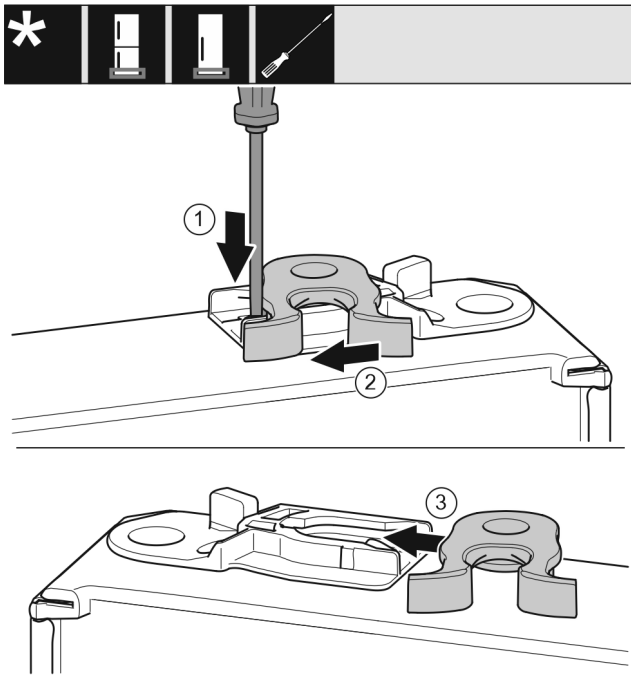

Fig. 18
- ▶ Tryk lasken ned med den flade skruetrækker. Fig. 18 (1)
- ▶ Træk låsekroge ud af føringen. Fig. 18 (2)
- ▶ Skub lukkeanordningen ind i føringen i den anden side. Fig. 18 (3)